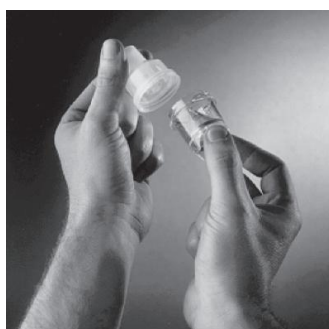

Figura 4: Medicação no recipiente
3. Remova ou desenrosque o recipiente da medicação do nebulizador e coloque a dose medida prescrita no recipiente da medicação (Figura 4).